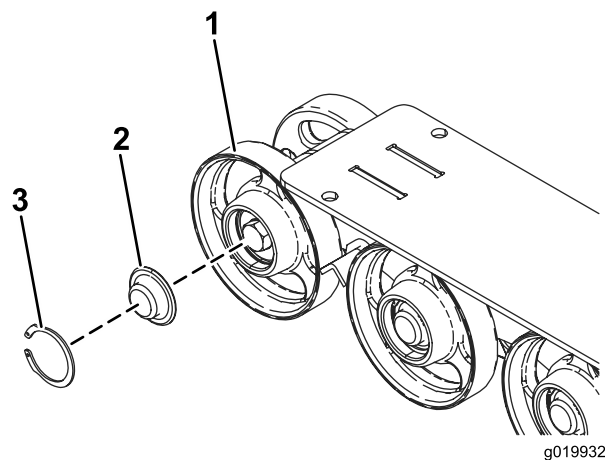

Figura 51
3. Rimuovere l'anello elastico e il tappo da una ruota non motrice (Figura 51).
4. Controllate il grasso sotto il tappo e attorno alla guarnizione (Figura 51). Se risulta sporco, sabbioso o consumato, eliminatelo completamente, sostituite la guarnizione e applicate del grasso nuovo.
6. Collocate il tappo ingrassato della ruota non motrice sulla testa del bullone (Figura 51).
7. Fissate il tappo della ruota con l'anello elastico (Figura 51).